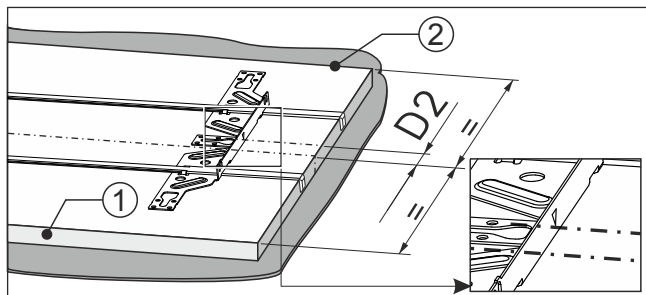

Fig. 94
- ▶ Oznaczenie poziomej listwy mocującej znajduje się na oznaczeniu Fig. 94 (D2).